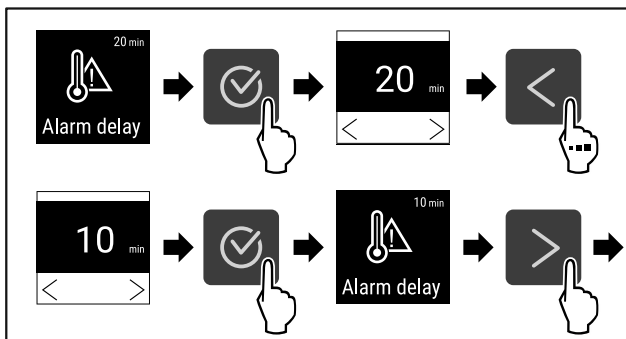

Fig. 99
- ▶ Handlungsschritte (siehe Fig. 99) durchführen.